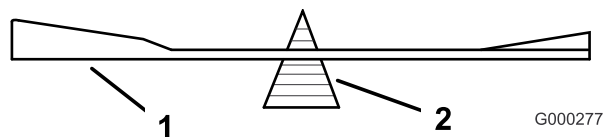

Figure 63
2. Vérifiez l'équilibre de la lame en la plaçant sur un équilibreur (Figure 63). Si la lame reste horizontale,